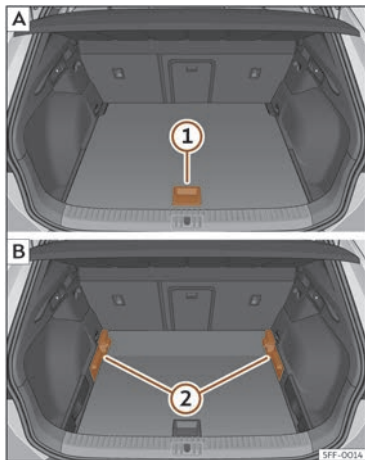

Abb. 189 Variabler Gepäckraumboden: **A** Hochstellung; **B** Tiefstellung.
- Um von der niedrigen in die hohe Position überzugehen, heben Sie den Boden am Haltegriff >>> (Abb. 189) **1** an und ziehen Sie ihn nach hinten, bis der vordere Teil des Bodens vollständig über den Halterungen **2** liegt.
- Um von der hohen in die niedrige Position überzugehen, heben Sie den Boden am Haltegriff >>> (Abb. 189) **1** an und ziehen Sie ihn nach hinten, bis der vordere Teil des Bodens vollständig über den Halterungen **2** liegt.
- Bei einem variablen Boden in hoher Position diesen am Haltegriff anheben >>> (Abb. 189) **1**, daran ziehen und in Richtung der Rücksitzlehne bewegen bis der Boden an der Scharnierlinie eingeklappt wird und sich der bewegliche Teil des Bodens auf diesem befindet.